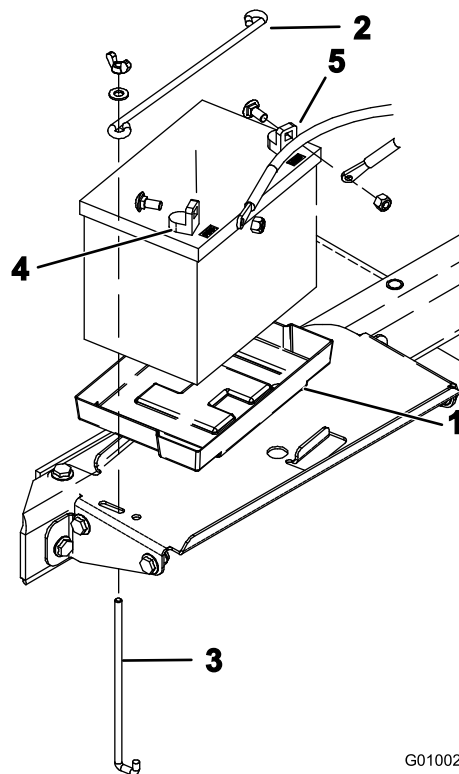

Figura 50
- A. Scoateți elementul de fixare a bateriei și inei apăsați tijele care fixează bateria în tava acesteia (Figura 50).
6. Introduceți bateria în tava din compartimentul bateriei, așa cum se arată în Figura 50.